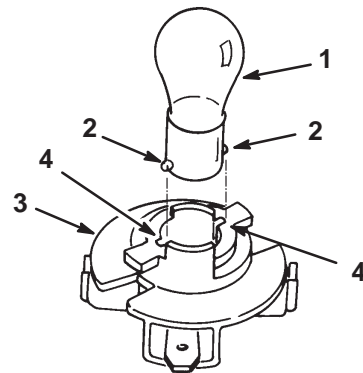

Figure 26
8. Poussez sur l'ampoule pour la tourner à fond vers la gauche (env. 1/4 tour) jusqu'à la butée, puis retirez-la de l'embase (Fig. 26).
1. Alignez les deux ergots métalliques du culot de l'ampoule et les fentes de l'embase, et insérez le culot dans l'embase (Fig. 26).